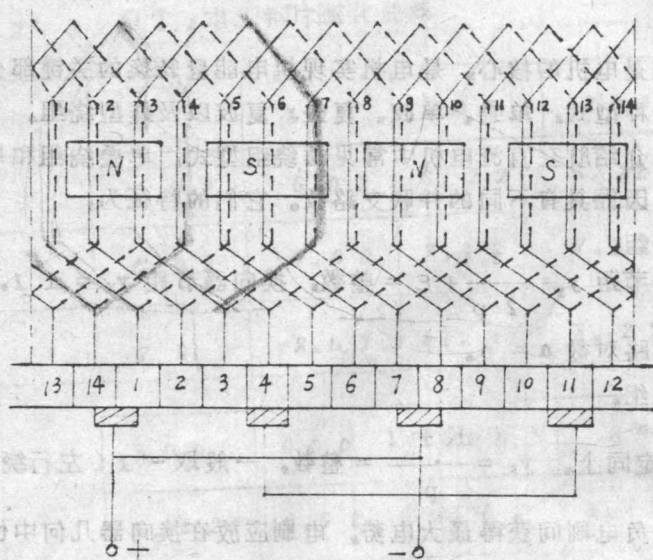
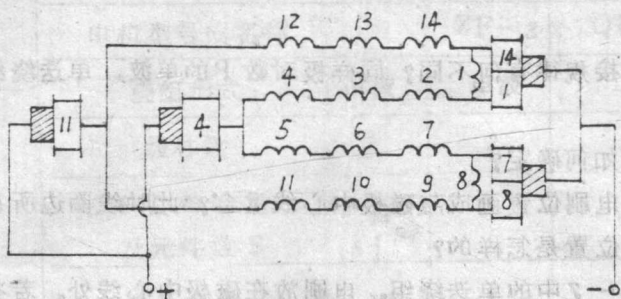

图 3-1
图 3-2
(2) 画绕组展开图(图 3-1)。
根据图 3-1 可画出图 3-2 所示的电路图。从图 3-2 可清楚看出： $a = p = 2$